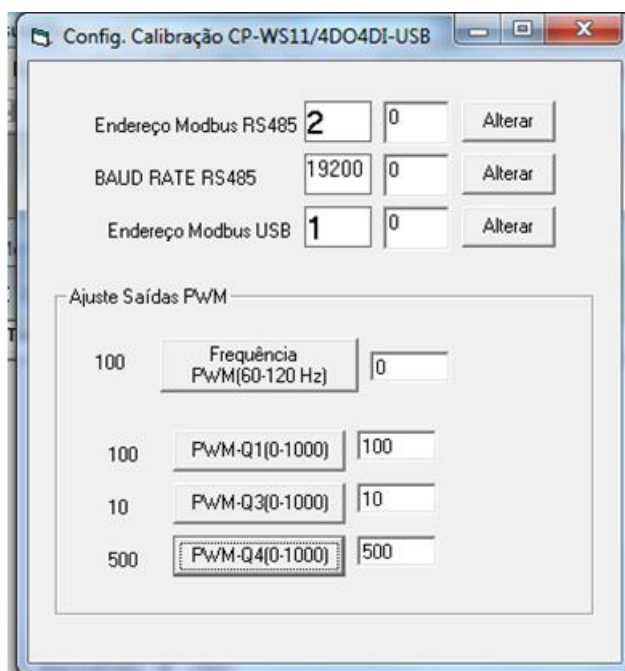

Figura 5 – Tela software de configuração e ajuste do CP-WS11/4DO4DI-USB
O controlador CP-WS11/4DO4DI-USB, opera como escravo com protocolo Modbus/RTU e permite as operações de leitura de bloco de memórias inteiras, escrita de memória inteira entre outros comandos listados no item 6. No protocolo Modbus RTU equivalem aos comandos 03(mestre solicita valor de bloco de memórias e escravo responde, comando 06(mestre solicita escrita de um único registro). Existe um software específico para configurar o controlador para operar em protocolo MODBUS. Para gravar o programa através do SCPWS1, o protocolo MODBUS deve estar desabilitado ou então deve-se utilizar a opção Recuperar Firmware. Para configuração do protocolo modbus do CP-WS11/4DO4DI-USB, deve-se utilizar o software de Calibração e ajuste do CP-WS12/OEM que está disponível no instalador **CLP_proxsys_util_V6.exe**. A visão geral deste software está na figura 5. Ao instalar este executável será criado uma entrada no menu iniciar do Windows.